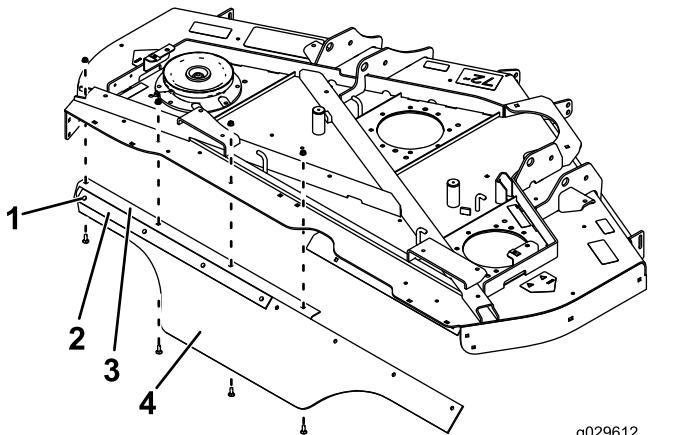

Figura 10
- Montate, senza serrarli, un nastro di supporto e l'estremità sinistra (angolata) del deflettore sull'angolo posteriore con 4 bulloni a testa tonda (5/16 x 7/8 poll.) e 4 dadi (5/16 poll.), come illustrato nella Figura 10.
- Montate, senza serrarlo, l'angolo posteriore sul piatto di taglio con 4 bulloni a testa tonda (5/16 x 7/8 poll.) e 4 dadi (5/16 poll.), come illustrato nella Figura 10.